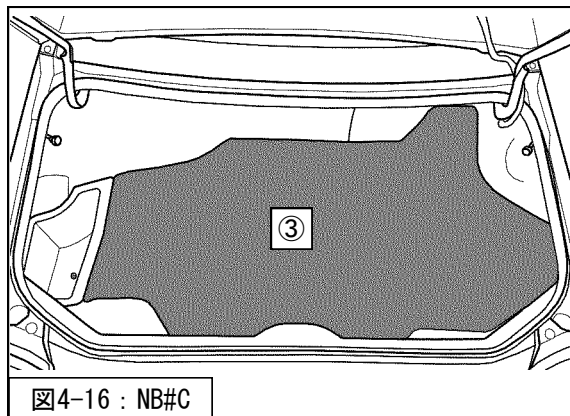

図4-16 : NB#C
20. ③トランクルームマットを取付けてください。(図4-16)